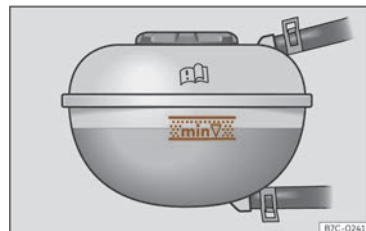

Fig. 216 No van dianteiro: marca no depósito de expansión do líquido refrixerante.
- Co motor frío, comprobe o nivel do líquido refrixerante nas marcas laterais do depósito de expansión >>> **fig. 216**. O nivel do líquido refrixerante deberá atoparse entre as marcas.
- O nivel do líquido de refrixerante deberá atoparse entre as marcas do depósito de expansión >>> **fig. 216**. **Non supere nunca o bordo superior da zona marcada** >>> ⚠.
- Ao engadir líquido refrixerante, non supere o bordo superior da zona marcada >>> **fig. 216**. De non ser así, cando aumente a temperatura, o líquido sobrante será expulsado do sistema de refrixeración do motor e podería causar danos.